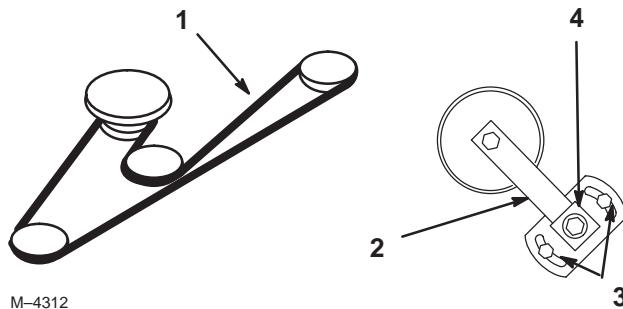

Figure 66
- Desserrez les deux écrous de fixation de la plaque du bras de tension et déplacez ce dernier pour détendre la courroie sur la poulie de tension. Déposez la courroie usée du plateau de coupe (Fig. 66).
- Installez une courroie neuve autour des poulies d'axe, du guide-courroie, de la poulie de tension et dans la gorge inférieure de poulie d'axe centrale (Fig. 66).